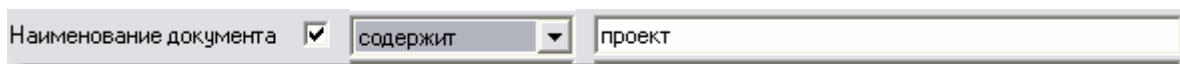

Рис. 238
3. Введите необходимое значение атрибута в поле справа (Рис. 238).